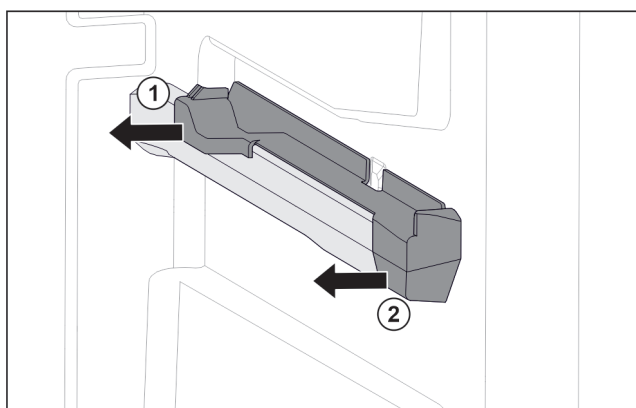

Fig. 47 Nasazovací díl na pravém žebrování na nádoby
- ▶ Stáhněte nasazovací díl vzadu na stranu. Fig. 47 (1)
- ▶ Stáhněte nasazovací díl vpředu na stranu. Fig. 47 (2)